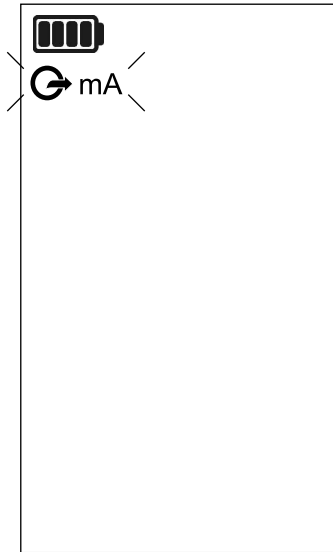

Abbildung 2-3: Typischer Startbildschirm
1. Um den Kalibrator mit Strom zu versorgen, drücken Sie die **Ein-/Aus-Taste**, bis der Bildschirm funktioniert. Normalerweise wird der Summer betätigt, der UPS4E-Text angezeigt und dann ein typischer Startbildschirm angezeigt. Siehe Abbildung 2-3. Wenn es sich um die erste Verwendung des Kalibrators nach dem Einsetzen neuer Batterien handelt, werden Sie aufgefordert, Datum und Uhrzeit einzugeben. Siehe „Erste Verwendung - Datum und Uhrzeit“.